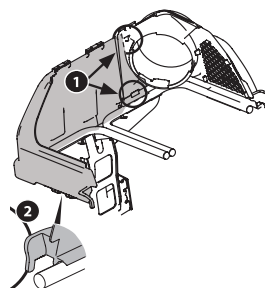

Figura 7
3. Deslice el lado izquierdo de la cubierta del colector de césped (731-12350B) sobre el soporte del canal superior y en el soporte del montaje de la bolsa. Cierre cuidadosamente las dos pestaña en la parte frontal del soporte del canal superior, Consulte (1) en Figura 7. Coloque las cuerdas en el lado izquierdo del carril de soporte de la embolsadora. Consulte 2 en Figura 7.